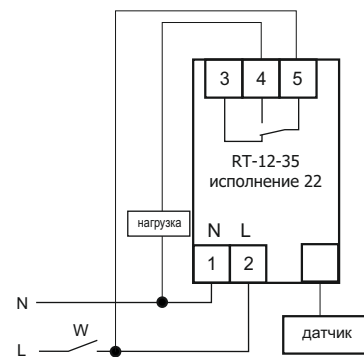
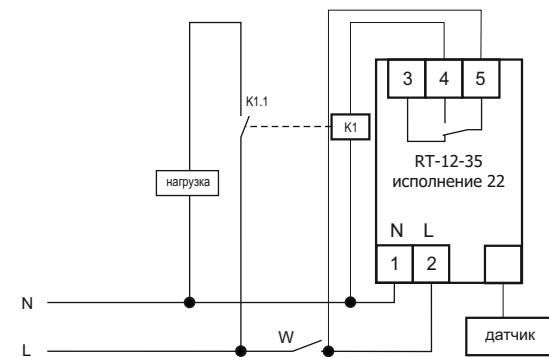

Рис. 2. Схема подключения при нагрузке до 5,0 кВт
Рис. 3. Схема подключения при нагрузке более 5,0 кВт
7.2. Подключить нагрузку к изделию (см. рис.2 или рис.3). Для этого используйте одножильный или многожильный провод с двойной или усиленной изоляцией сечением, соответствующим мощности нагрузки. Переменное **фазное** напряжение подается на контакты 1, 2 и 5. Напряжения может подаваться через выключатель **W** или напрямую.